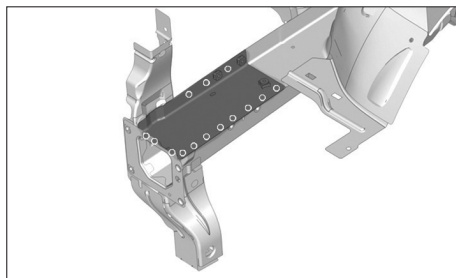

FIG. 27
- par pointages électriques (Fig.27).